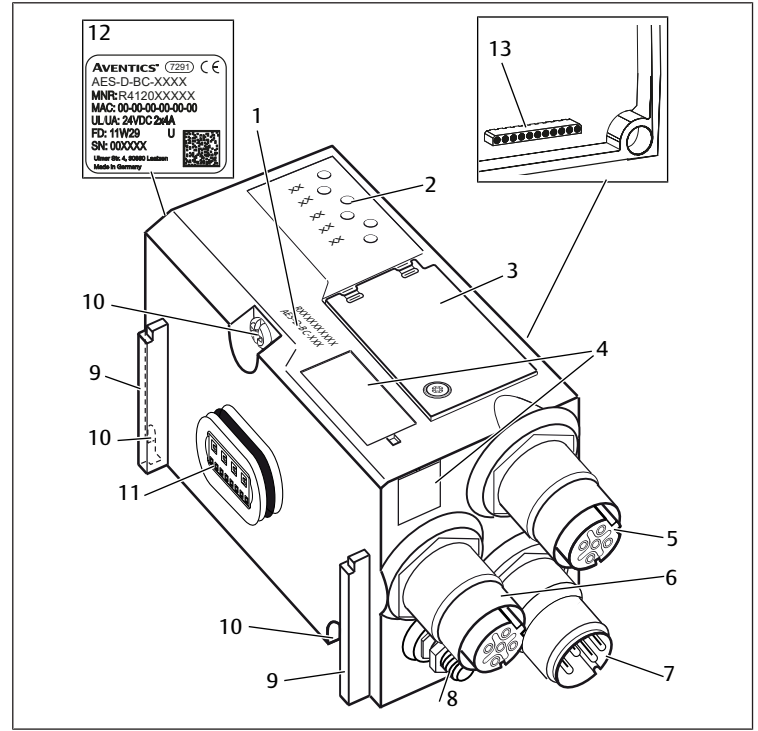

Fig. 3: Coupleur de bus
5. Dévisser les vis de fixation (voir Fig. 3: Coupleur de bus (10)).
2. Monter les étiquettes de l'ancien coupleur de bus sur le nouveau coupleur de bus, ou inscrire la référence dans le champ réservé au marquage du moyen d'exploitation (voir Fig. 3: Coupleur de bus (4)) sur le nouveau coupleur de bus.
3. Paramétrer les commutateurs du nouveau coupleur de bus de façon analogue à l'ancien coupleur de bus. Ouvrir la fenêtre à cet effet (voir Fig. 3: Coupleur de bus (3)).
5. Insérer les trois vis de fixation (voir Fig. 3: Coupleur de bus (10)) dans les trous lisses sur le côté gauche du coupleur de bus, puis serrer les vis à fond.